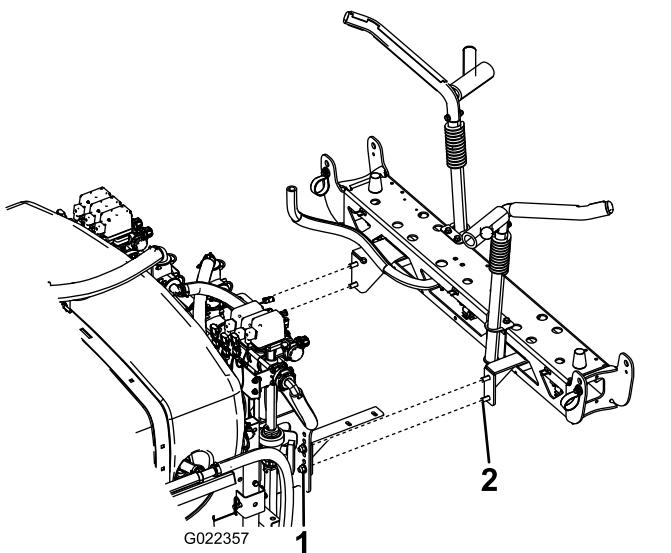

Figura 19
2. Monte el conjunto de brazos central a través del tercer taladro contando desde abajo de los soportes del conjunto del sistema de fumigación, según se muestra en Figura 19, con 4 pernos ($\frac{1}{2}$ " x $1\frac{1}{4}$) y cuatro contratuerca ($\frac{1}{2}$ ").